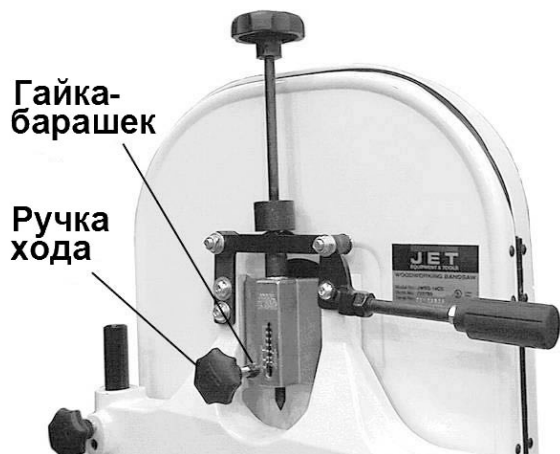

Рисунок 7.
2. Убедитесь, что натяжение пилы минимально при нижнем положении ослабляющего рычага. См. Рис. 7.
3. Если необходима настройка, ослабьте гайку-барашек (Рис. 7), и слегка затяните ручку хода, чтобы сдвинуть полотно к задней части станка. Легкое ослабление ручки хода приведет к движению полотна к передней части станка.